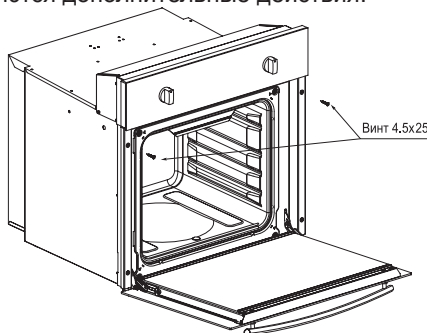

рис. 6
■ Для устранения возможности случайного перемещения, электрошкаф крепится к мебели двумя винтами с потайной головкой (см. рис. 6).